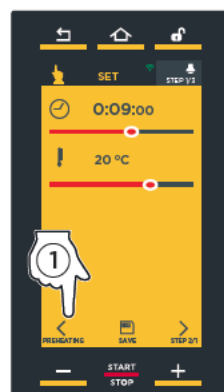

fig. S3
- ① ta på symbolet **<** (se fig. S3)